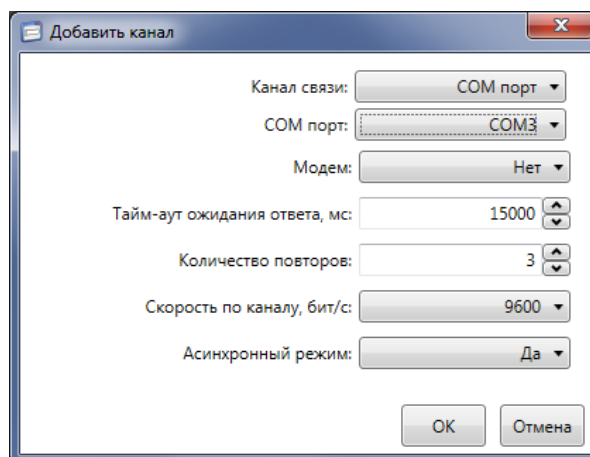

Рисунок 9.11 – Добавление канала связи со счетчиком
9.5.5.4 В появившемся окне указать тип канала (*COM порт* в случае оптопорта) и выбрать последовательный порт, к которому подключено УСО-2. Остальные параметры можно оставить без изменений (рисунок 9.11).